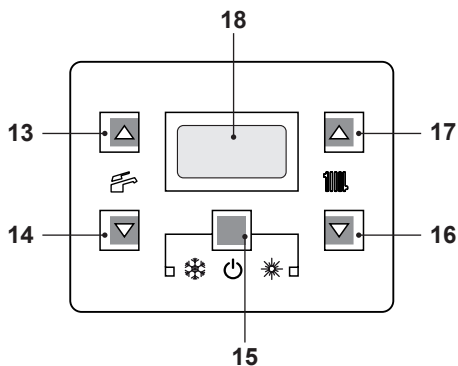

Figura 2.3
- Mantenga pulsado durante 2 segundos el botón 15 hasta que aparezcan en la pantalla los dos símbolos  y  Figura 2.3.